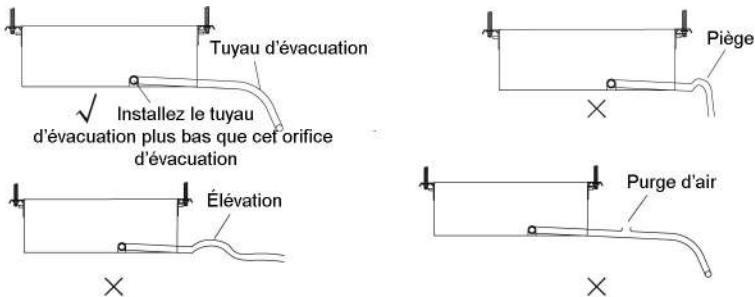

Fig.23
- (1). Installez le tuyau d'évacuation avec une pente (1/50 à 1/100), sans utiliser aucune élévation ou piège (Fig.23).
- (2). Assurez-vous qu'il n'y ait pas de trou ou de fuite sur le tuyau d'évacuation, pour éviter la formation d'une poche d'air. (Fig.23)